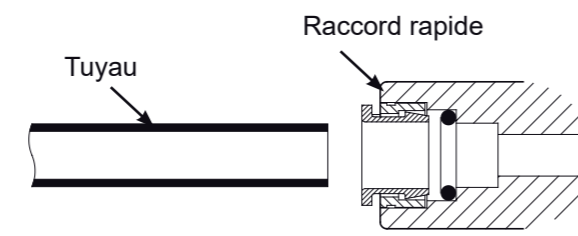

FIG. 15
1. Utilisez un cutter ou un couteau bien aiguisé pour couper l'extrémité du tuyau. Toujours couper en angle droit. Cf Fig. 15.
3. Coupez le tuyau en angle droit. Cf Fig. 15.
6. Coupez l'extrémité en angle droit et à la bonne longueur. Cf Fig. 15.
3. Coupez le tuyau bleu en angle droit. Cf Fig. 15.
3. Coupez le tuyau en angle droit à la longueur adéquate. Cf Fig. 15.